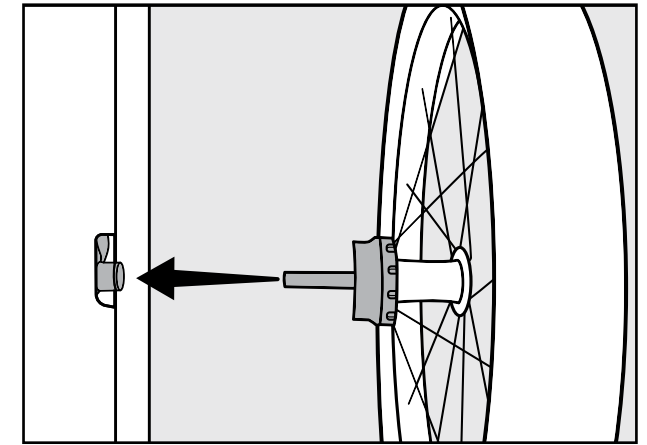

Figure 12
2. Insérez l'axe de roue dans le récepteur d'axe, puis relâchez le bouton (Figure 12). Tirez fermement sur la roue pour vous assurer que l'axe est bien engagé.